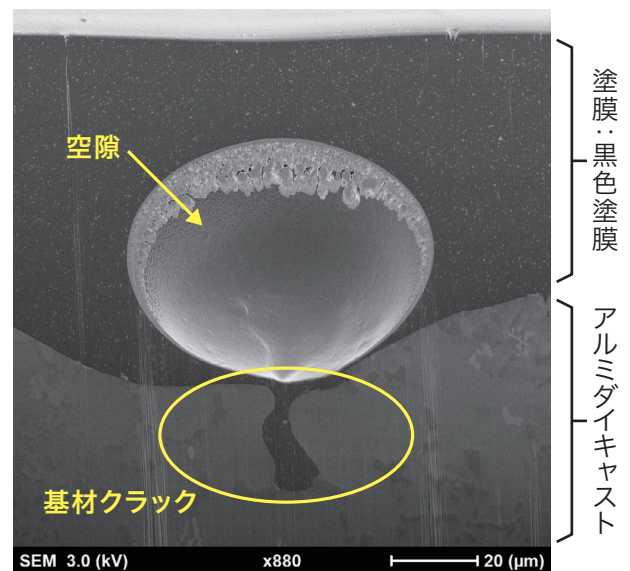

図13 (事例2) FIB加工後SEM観察画像
- 塗膜中に直径約7 μ mの空隙を確認し、空隙中心部下の基材に幅3 μ m、深さ約30 μ mのクラックを確認。(図13)